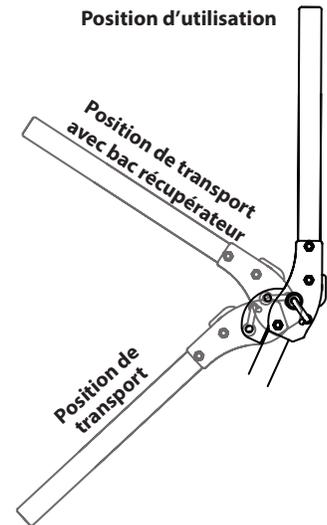

Figure 3-2
La Figure 3-2 illustre les trois positions de la structure de protection anti-retournement.
- Placez la structure de protection à la position désirée : La position de transport (a), la position de transport avec bac récupérateur (b) et celle d'utilisation (c). Voir Figure 3-2.